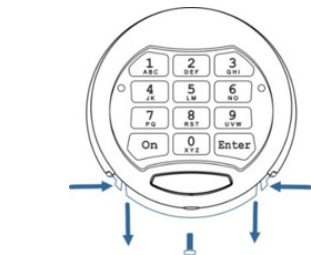

Fig. 5.1
- Das nach unten ausziehbare Batteriefach (5) finden Sie unten im Gehäuse (1)
- Lösen Sie zuerst die kleine Schraube (siehe Abbildung 5.1)
- Drücken Sie die seitlichen Laschen am Batteriefach zusammen und ziehen Sie es nach unten raus (siehe Abbildung 5.1).